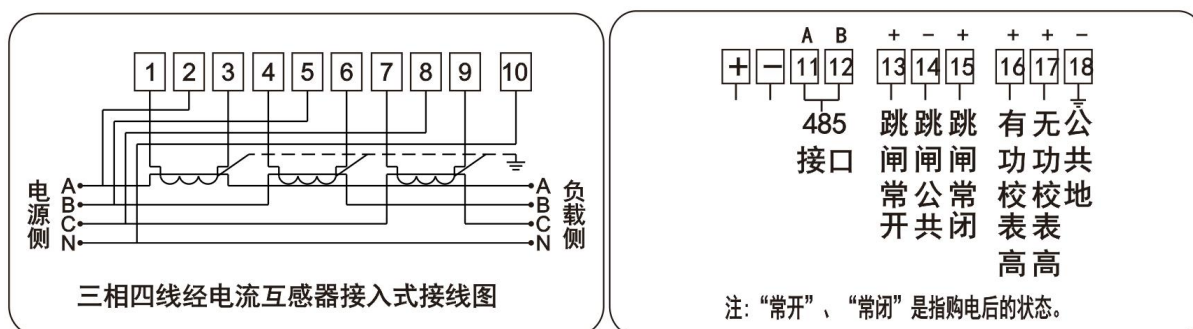
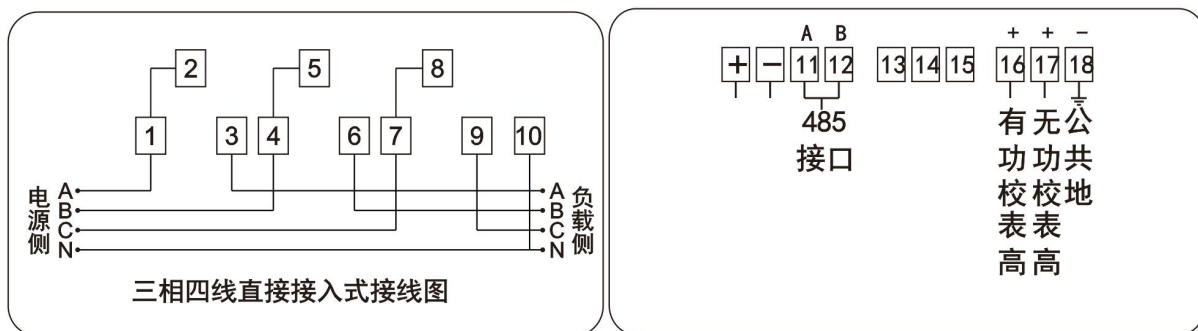

图3 互感器接入式接线图
图4 直接接入式接线图
6.1 接线图见图 3、图 4（注：仅供参考，以实物为准。）